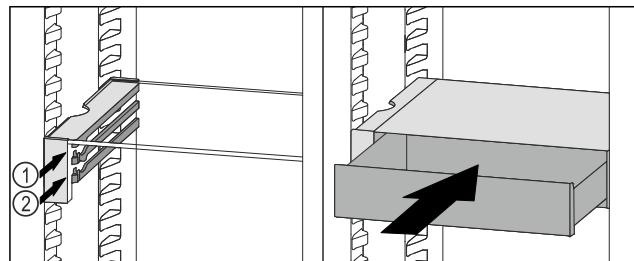

Fig. 63
- ▶ Așezați sertarul VarioSafe în spatele opritoarelor pe nervura dorită Fig. 63 (1) sau Fig. 63 (2).